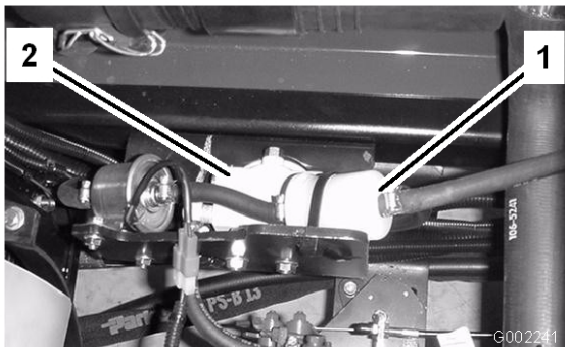

Bild 44
- Lösen Sie die Schlauchklemmen und schieben Sie sie vom Filter weg (Bild 44).